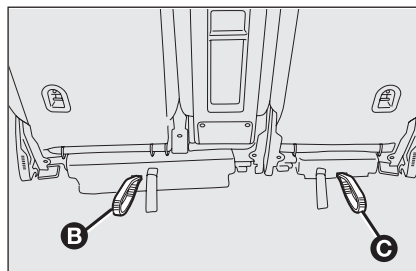

fig. 115
El asiento trasero es abatible independiente. Además, es posible desplazar los asientos traseros en sentido longitudinal interviniendo desde el maletero con las manillas **B** o **C**-fig. 115; tire de la manilla y al mismo tiempo, empuje los asientos hacia adelante. Esta operación es muy útil para aumentar la capacidad de carga del maletero.
- ❑ controle que los asientos estén completamente hacia atrás mediante las manillas **B** o **C**-fig. 115;
No tire nunca de las cintas B o C-fig. 115 con los asientos en posición de carga ya que se deslizarían verticalmente impidiendo volver a poner los asientos en su lugar.